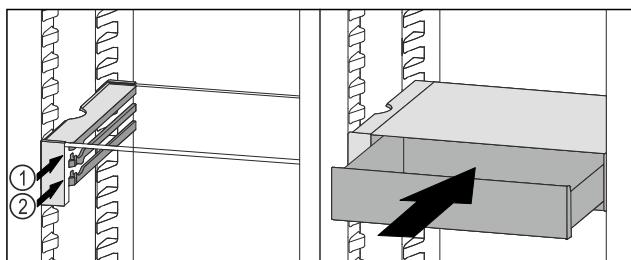

Fig. 61
- Встановити висувний ящик VarioSafe за стопорами на потрібне ребро Fig. 61 (1) або Fig. 61 (2).